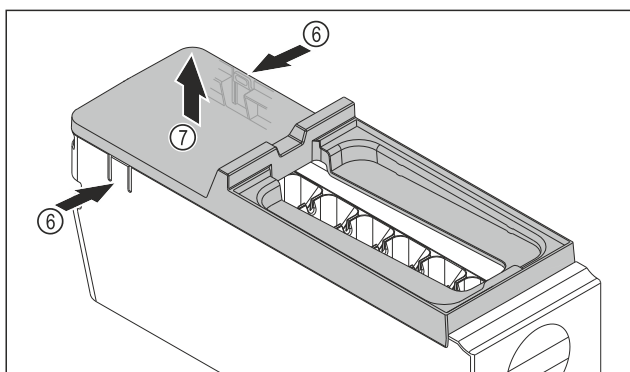

Fig. 111
- Retirer le couvercle du corps de l'EasyTwist-Ice : D'une main, pousser les languettes Fig. 111 (6) des deux côtés du corps de l'EasyTwist-Ice.
- De l'autre main, retirer le couvercle Fig. 111 (7) vers le haut.